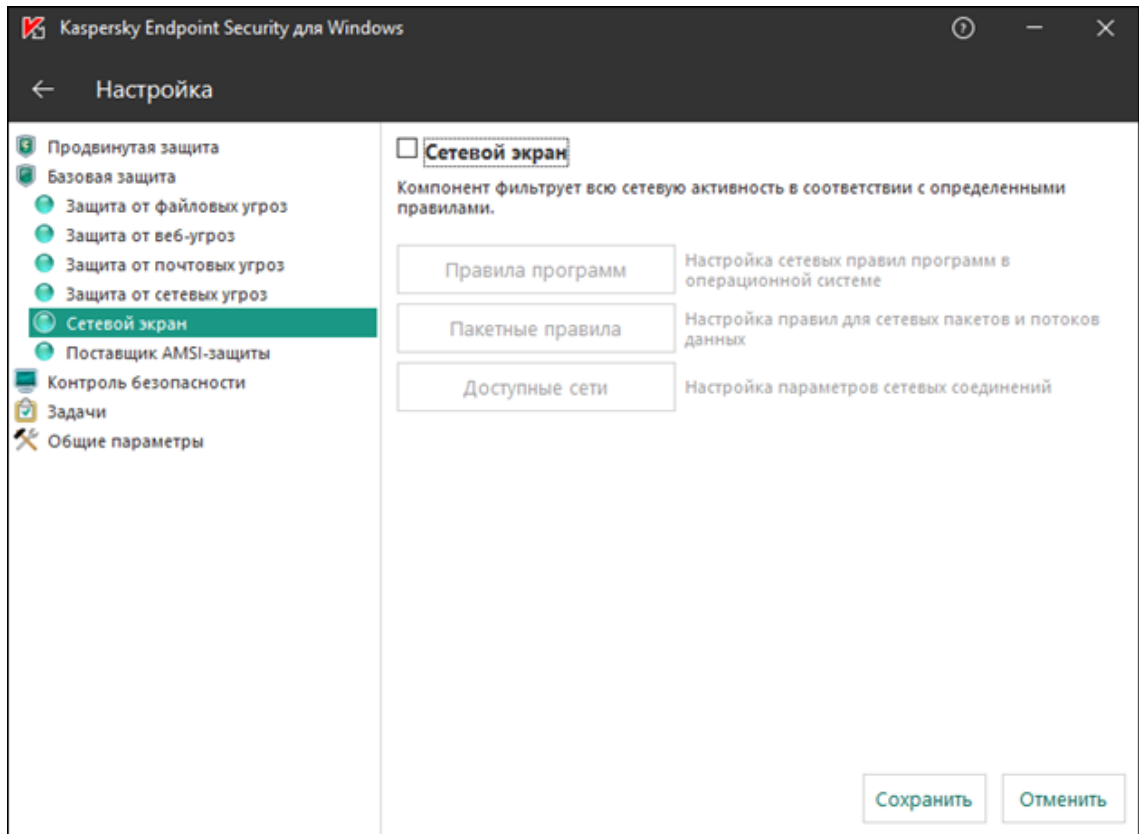

Рисунок 472 - Сетевой экран
- f. На сервере Redkit отключите **Сетевой экран** (Рисунок 472).